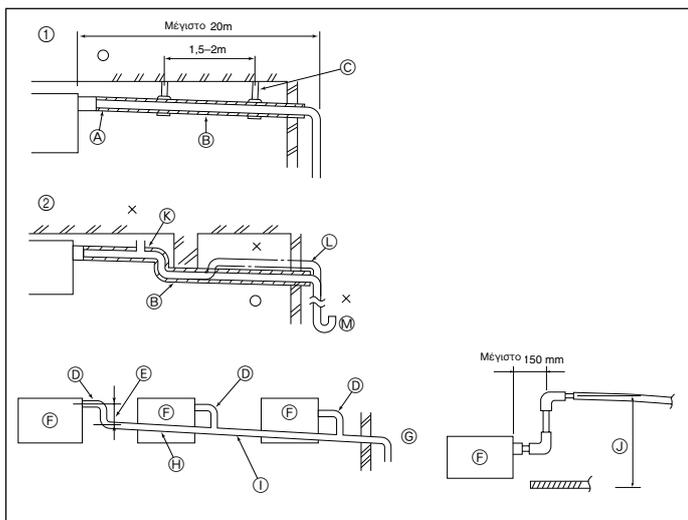

Fig. 6-1
6.1. Εργασίες Σωληνώσεων Αποχέτευσης (Fig. 6-1)
- ① Σωστή σωλ.Τνωση
- ② Λανθασμένη σωλήνωση